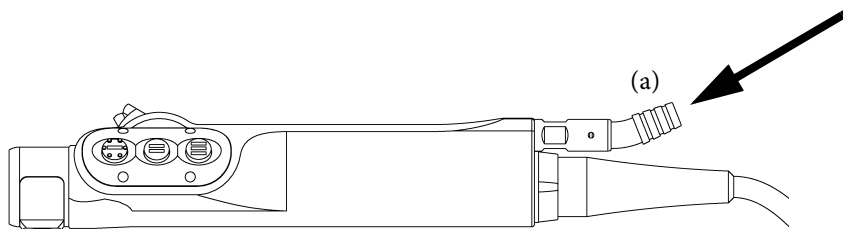

Figure 5 : Raccordement du tube d'aspiration
1. Raccorder le tube d'aspiration au connecteur de tube d'aspiration (a) de la pièce à main (voir figure 5). Le tube doit totalement recouvrir les crénelures du connecteur.